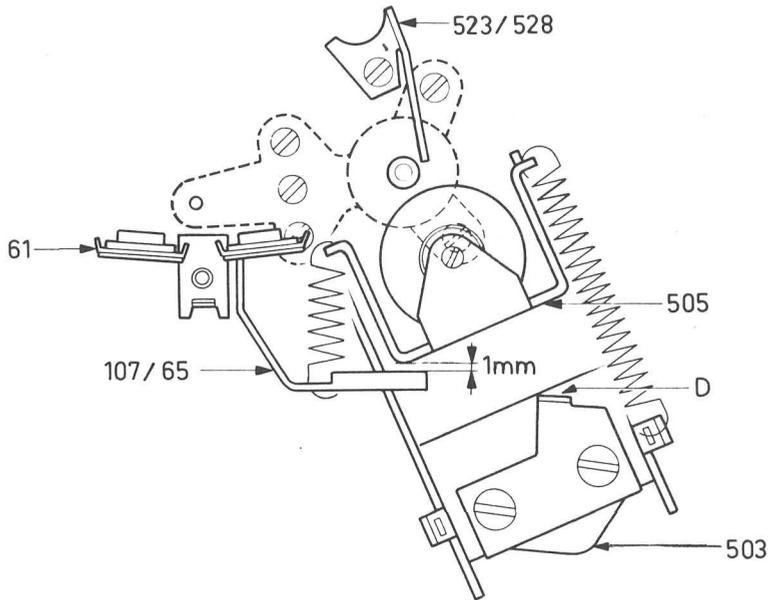

Fig. 13
Anpressrollen (siehe Abb. 13)
Bandabweiser (siehe Abb. 13)
Anpressfilze (siehe Abb. 13)
- Anschlagbügel für die "Cueing"-Tasten (D in Abb. 13) so verbiegen, dass der Abstand zwischen Andruckrolle und Tonwelle beim Drücken der Taste ca. 2 mm beträgt.